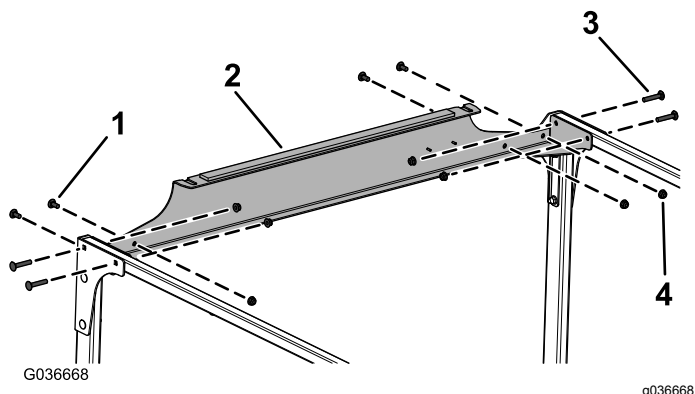

Figura 10
9. Instale sem apertar a ligação cruzada traseira nas tubagens da ligação cruzada e nas placas traseiras utilizando 4 parafusos de carroçaria (5/16 x 1 3/4 pol.), 4 parafusos de carroçaria (5/16 x 3/4 pol.) e 8 porcas flangeadas (5/16 pol.), como se mostra na Figura 10.